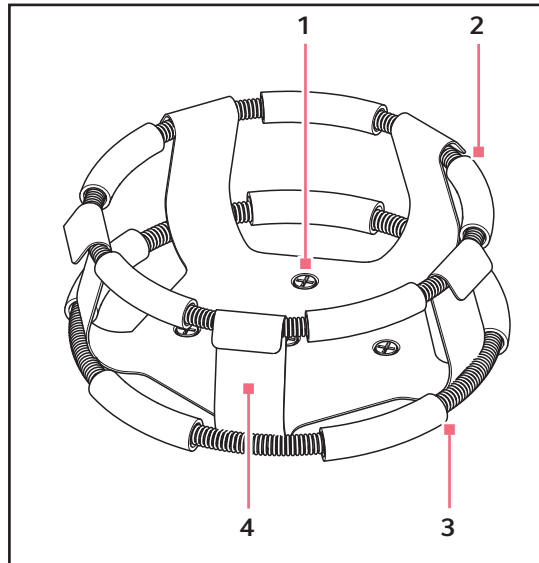

Fig. 4-2: Installation de la pince à double attache
2. La première attache étant en place sur la partie supérieure du corps de la pince (voir Fig. 4-2 à la page 31) à la livraison, insérer un flacon vide dans la pince.